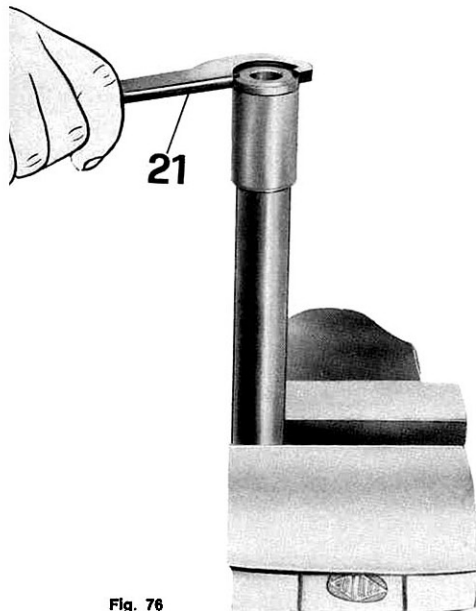

Fig. 76
— il braccio di forza e dal braccio la ghiera, la rosetta di sicurezza e la boccia inferiore a mezzo apposita chiave n. 24903125 (21 di fig. 76).
- la ghiera tenuta boccola a mezzo chiave speciale n. 24903125 (21 di fig. 76);